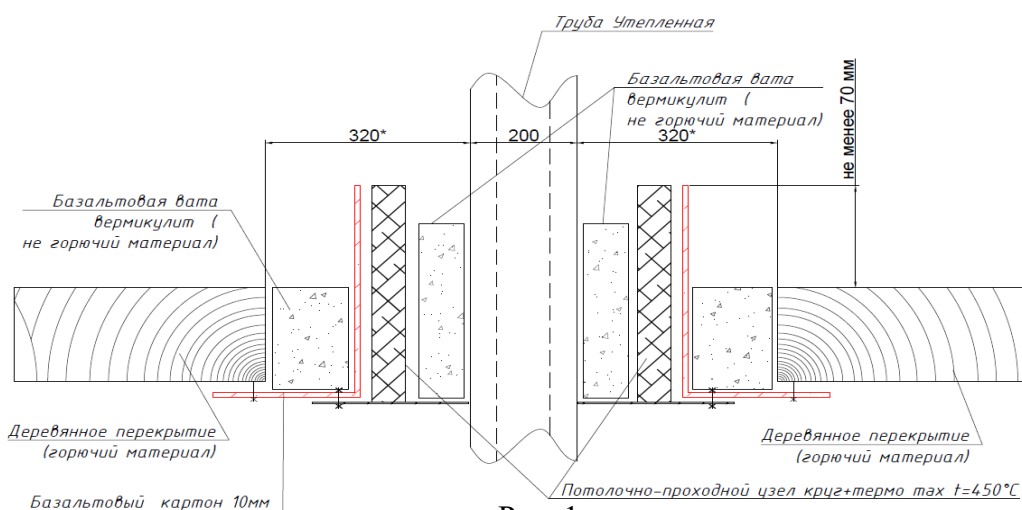

Рис. 1
- Разделки дымовых труб, установленных в проемах стен и перегородок из горючих материалов, следует предусматривать по всей высоте дымовой трубы в пределах помещения. При этом толщину разделки следует принимать не менее толщины указанной стены или перегородки (см. рис. 1).